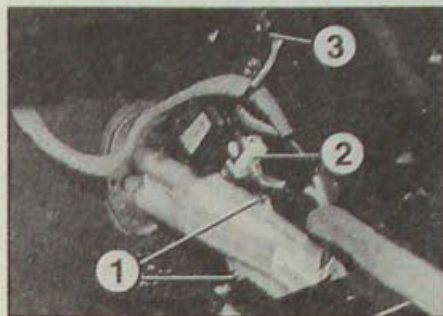

Рис. 14.5. Радиатор отопителя:
- Отсоедините разъемы от электродвигателей смешивания и распределения потоков воздуха (рис. 14.5).